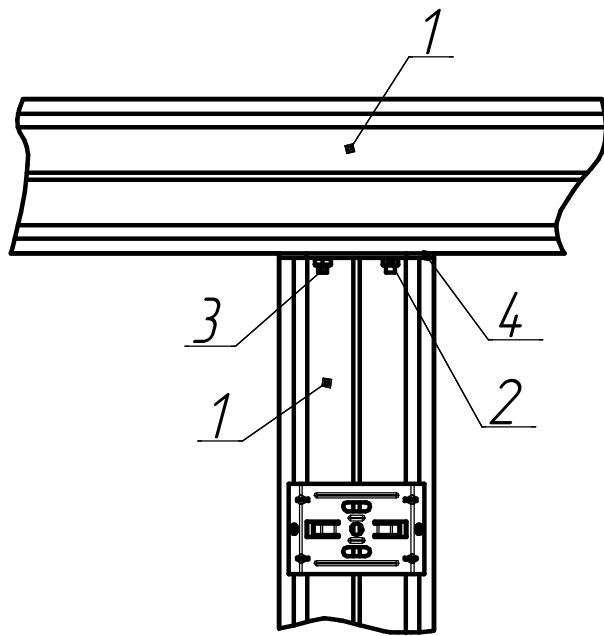

Рисунок 3 - Схема установки светильников в линию
6.4 Подключите светильник к электрической сети согласно схеме рис. 3.